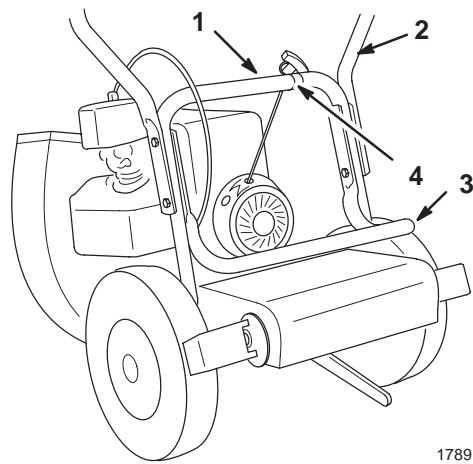

Bild 2
1. Bringen Sie das obere Griffteil mit vier Innensechskantschrauben und Sicherungsmuttern am Untergestänge an (Bild 2).
- Befestigen Sie die Sackstütze beim Anbringen des Griffoberteils an der Innenseite des Untergestänges (Bild 2).